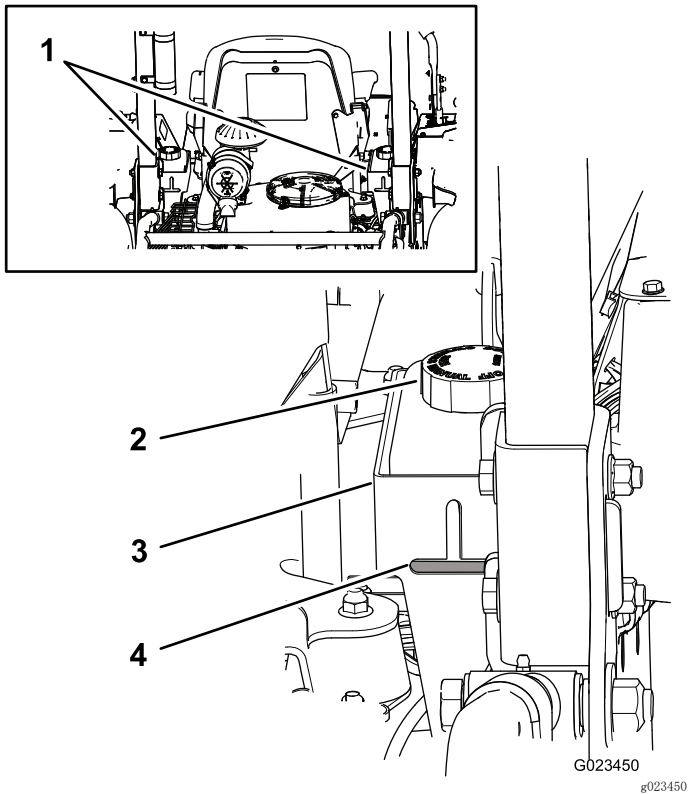

图17
机器的两个液压油箱在出厂时已加满高品质液压油。检查液压油的最好时间是液压油冷却时。机器应处于行走配置中。如果液压油油位低于液压油箱（图17）背面的观察窗口水平部分的顶部，请添加液压油，直至液压油油位达到可接受的油位。**切勿将油箱加得过满。**如果液压油油位位于观察窗口水平部分的顶部，则无需添加。推荐的替代液压油为：
**注意：**液压油油位应达到每个开口的底部，如图17 中所示。
- 清洁液压油箱盖周围的区域，防止杂物进入系统（图17）。